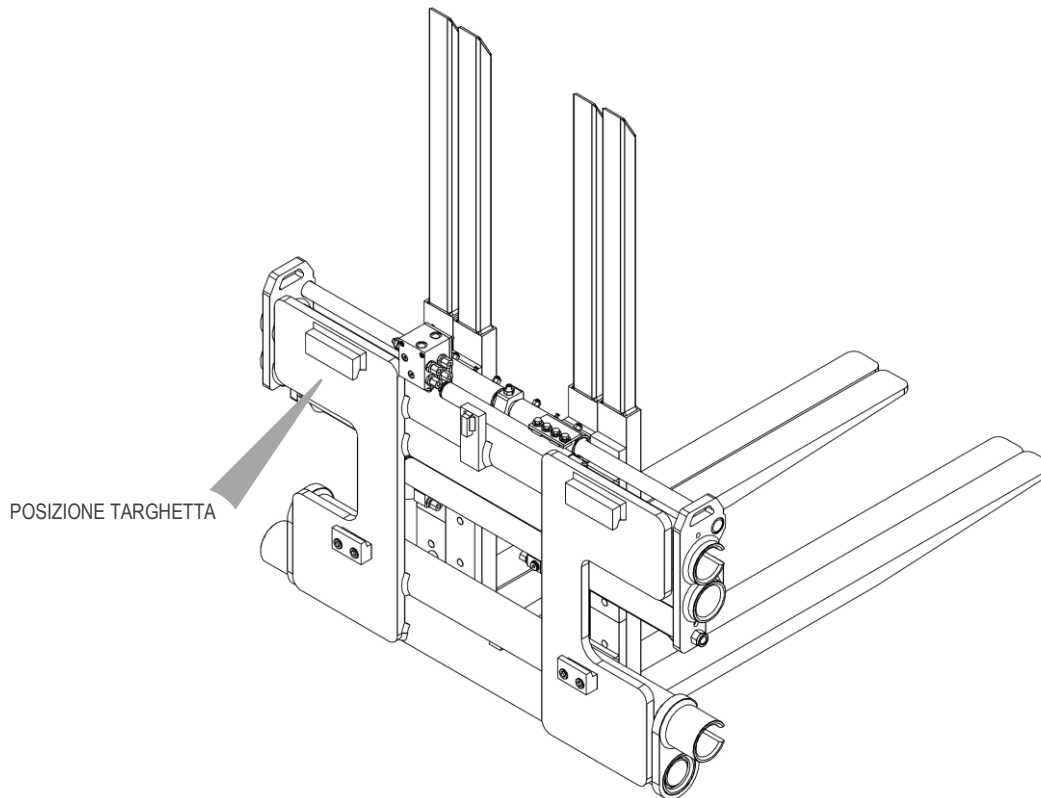

Figura 1
Tutte le attrezzature A.T.I.B. – DOPPIO POSIZIONATORE FORCHE TIPO 917 e TRIPLO POSIZIONATORE FORCHE TIPO 918 vengono identificate mediante targhetta adesiva (vedi *Tabella 1*) posizionata sull’attrezzatura (vedi *Figura 1*; per tutte le tipologie la posizione della targhetta identificativa è la stessa mostrata in figura), fare sempre riferimento al numero di matricola.
8. Per la movimentazione devono essere utilizzate cinghie o catene opportunamente dimensionate rispetto al peso dell'attrezzatura indicato in targhetta (vedi Figura 1 e la Tabella 1 a pag.7).
13. Collegare il circuito idraulico, assicurandosi che la pressione di esercizio delle tubazioni sia superiore o uguale a quella indicata sulla targhetta di identificazione (vedi *Figura 1* e la *Tabella 1* a pag. 7).